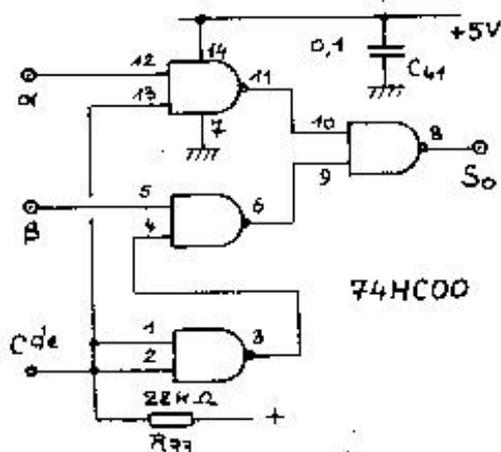
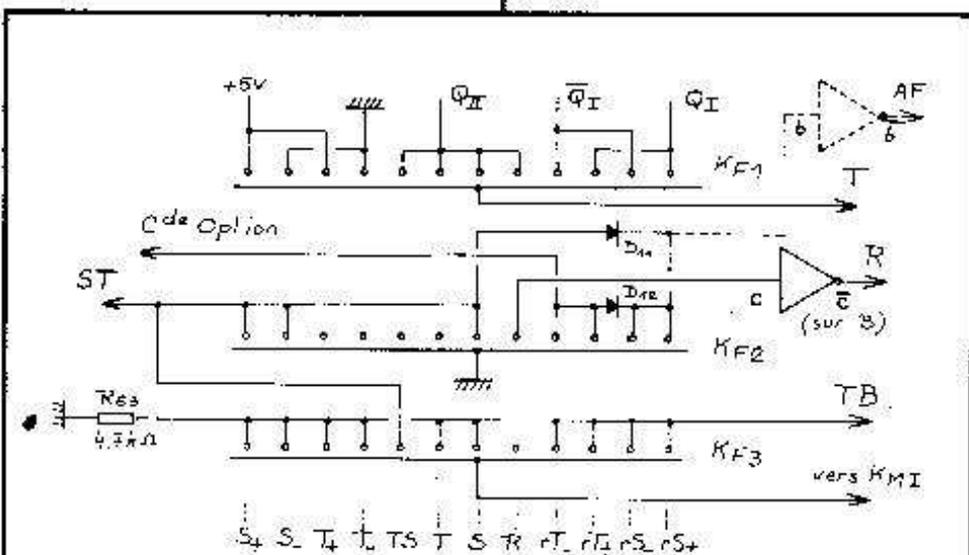

FIGURE 20. - Option 1
FIGURE 21. - Commutation des formes (par  $K_F$ ).
du signal d'horloge. Dans ces conditions, les rampes ne sont plus délivrées à la fréquence double, mais à la fréquence nominale affichée (voir fig. 20).
Les figure 21 à 24 donnent les schémas des commutations du TBF3.
**Figure 21:** La commutation des formes est assurée par un commutateur rotatif à 3 galettes 1 circuit/12 positions. La première section  $K_{F1}$  contrôle l'entrée T du transistor d'inversion  $T_3$ . La seconde section  $K_{F2}$  commande les signaux de fonctionnement ST (passage sinus-triangle), R (passage en rectangulaire), tandis que la troisième section  $K_{F3}$  commande les signaux de fonctionnement TB (passage en triangulaire), tandis que la troisième section est réservée à la fonction Tone-Burst. Les composants  $R_{63}$ ,  $D_{11}$  et  $D_{12}$  sont câblés sur ce commutateur. On remarquera que la sixième position de  $K_F$ , notée TS, permet d'obtenir triangles et sinusoïdes alternés: soit un triangle suivi d'une sinusoïde (Tone-Burst 1/1); soit huit triangles suivis de huit sinusoïdes (Tone-Burst 8/8). Cette fonction est un peu folklorique, avouons-le, mais démontre la versatilité du TBF3. Les diodes  $D_{11}$  et  $D_{12}$  correspondent à la commande du circuit optionnel de la figure 20. Elles peuvent donc être sup-